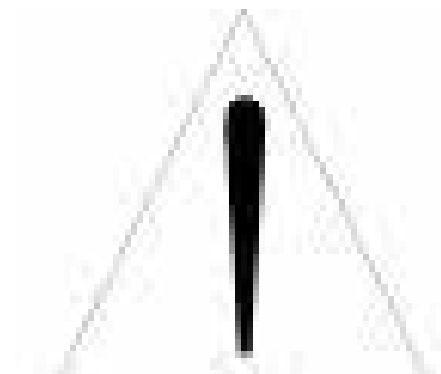

Bild 4.17 - Einbau des zweiten Paares Transportösen
3. Das zweite Paar Transportösen fest einschrauben. Siehe Bild 4.17;